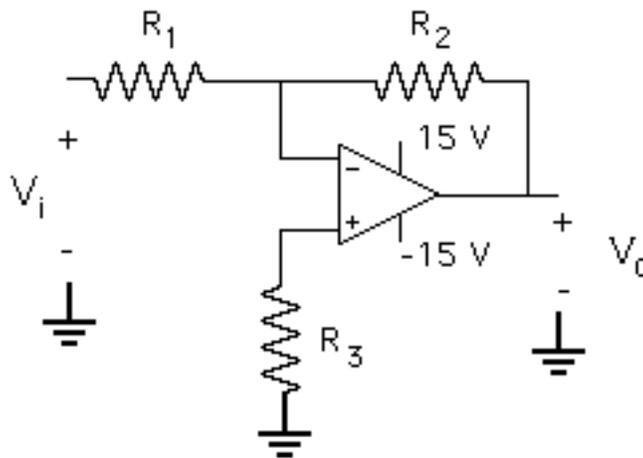

Figura 1.- Amplificador inversor
- 1.- Deduzca la expresión del voltaje de salida para el amplificador inversor cuyo circuito se muestra en la Figura 1, considerando que el amplificador operacional es ideal, utilizando los valores indicados por su profesor y alimentándolo con fuentes de $\pm 15V$.